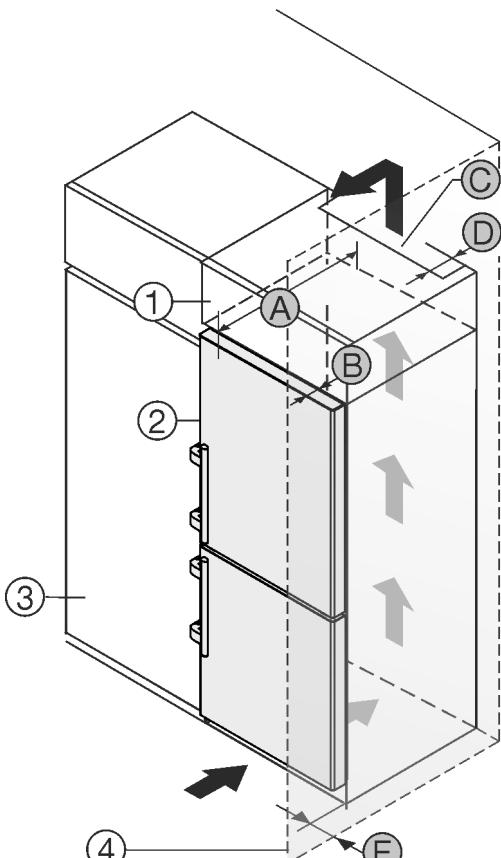

Fig. 2
- (1) Aufsatzschrank*
- (2) Gerät*
- (3) Küchenschrank*
- (4) Wand*
- (A) Gerätediefe*
- (B) Türtiefe*
- (C) Belüftungsquerschnitt*
- (D) Abstand Gerätrückseite*
- (E) Abstand zur Geräteseite*
Gerät direkt neben dem Küchenschrank *Fig. 2 (3)* aufstellen.* An der Rückseite des Aufsatzschrankes muss ein Abluftschacht mit der Tiefe *Fig. 2 (C)* über die gesamte Aufsatzschrankbreite vorhanden sein.*
Unter der Raumdecke muss der Entlüftungsquerschnitt *Fig. 2 (C)* eingehalten werden.*
Wenn das Gerät mit den Scharnieren neben einer Wand *Fig. 2 (4)* aufgestellt wird, muss der Abstand zwischen Gerät und Wand mindestens 57 mm betragen. Dies entspricht dem Griffüberstand bei geöffneter Tür.*
Um die Türe vollständig öffnen zu können, muss Gerät um die Türtiefe *Fig. 2 (B)* gegenüber der Küchenschrankfront vorstehen. Abhängig von der Tiefe der Küchenschränke *Fig. 2 (3)* und Verwendung von Wandabstandshaltern kann das Gerät weiter herausragen.*